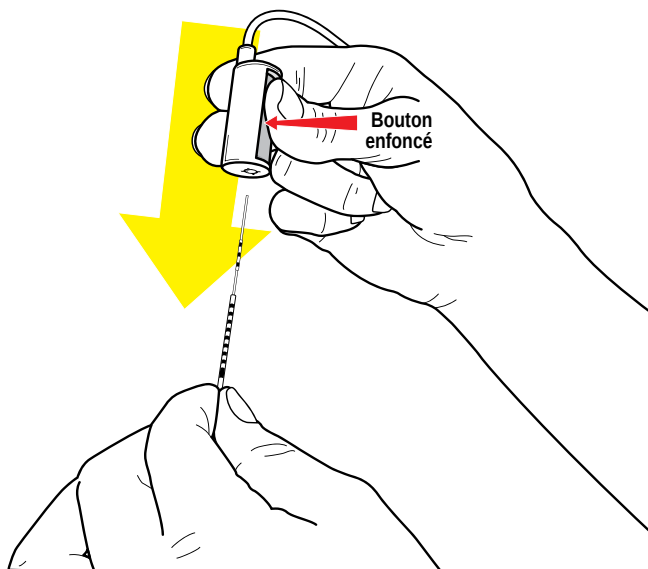

Figure 13. Appuyer sur le bouton du connecteur de câble de salle d'opération pour connecter le câble de salle d'opération à la sonde DBS
3. Maintenir le câble de salle d'opération et la sonde DBS comme indiqué dans la Figure 13. Appuyer sur le bouton pour ouvrir le connecteur du câble de salle d'opération. Maintenir le bouton enfoncé.
4. Tout en maintenant le stylet de sonde en place, faire glisser le connecteur de câble de salle d'opération sur l'extrémité proximale de la sonde DBS (Figure 13). S'assurer que la sonde DBS est bien insérée. Le connecteur du câble de salle d'opération s'arrêtera lorsque la sonde DBS est complètement insérée.